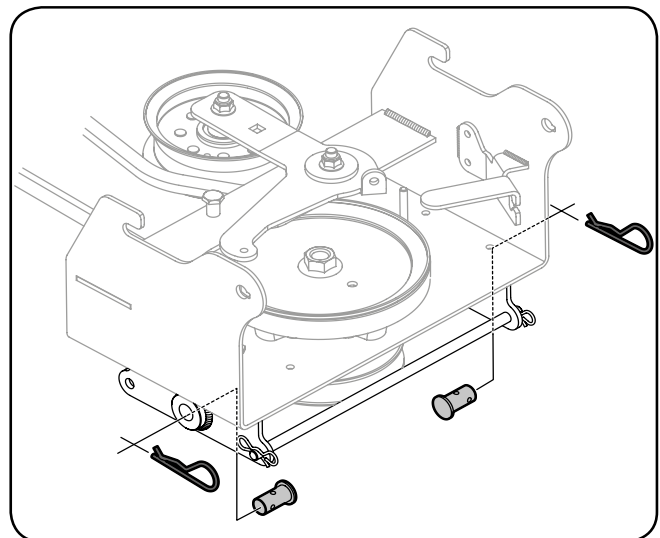

Рисунок 3-3
1. Снимите установленные на узле несущей платформы пружинные шплинты и штифты с головкой. Сохраните шплинты и штифты, так как они будут использоваться при креплении компонентов на следующих этапах (см. рис. 3-3).